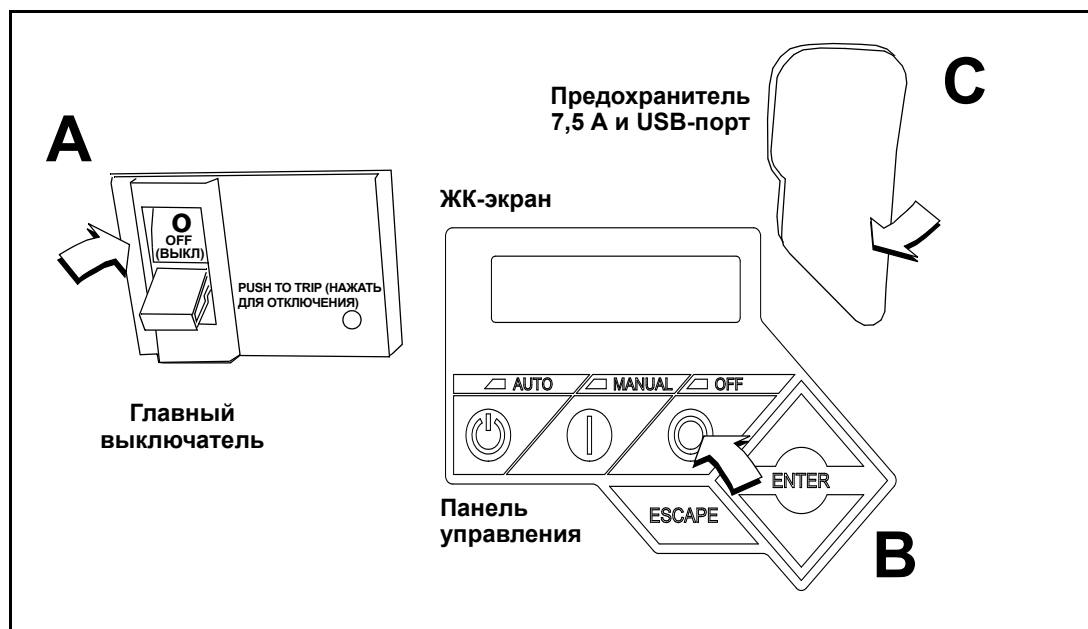

Рис. 5-5. Панель управления генератора
2. Переверните главный выключатель вниз в положение OFF (ВЫКЛ) (Разомкнутое положение). См. пункт «А» на Рис. 5-5.
3. Нажмите OFF (ВЫКЛ) на панели управления. Сработает красный светодиод, подтверждающий выключение системы. См. пункт «В» на Рис. 5-5.
5. Приподнимите защитный резиновый клапан, покрывающий держатель для предохранителя, и извлеките предохранитель 7,5 А. См. пункт «С» на Рис. 5-5.